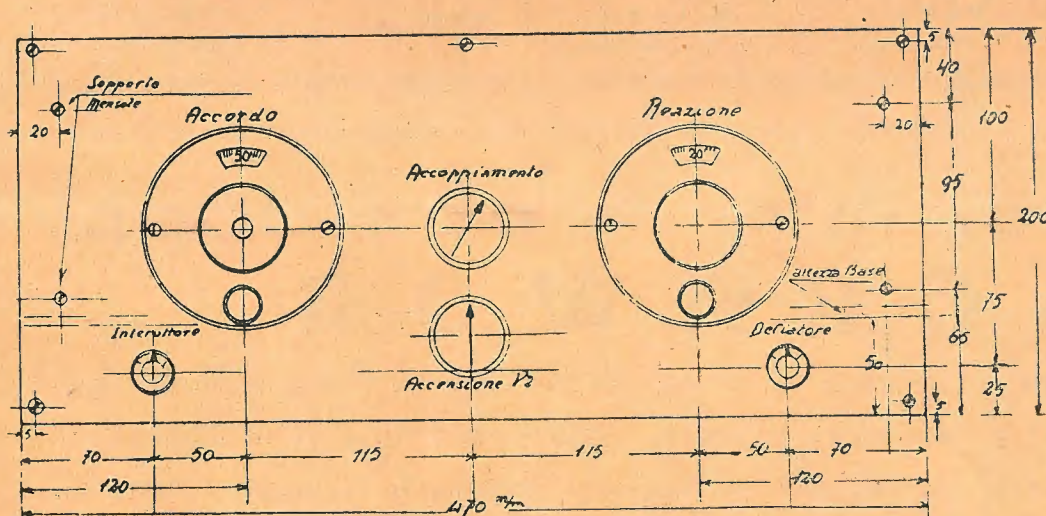

Fig. 2 - Pannello frontale.
- 1 pannello frontale in alluminio od in legno controplaccato con lastra d'alluminio di mm. 470 x 200, forato come a fig. 2.
Il montaggio va effettuato come chiaramente indicato alle fig. 7 (vista superiore della base) e fig. 8 (vista sotto). Forato il pannello frontale secondo le quote indicate a fig. 2 si montano su questo l'interruttore Int. ed il